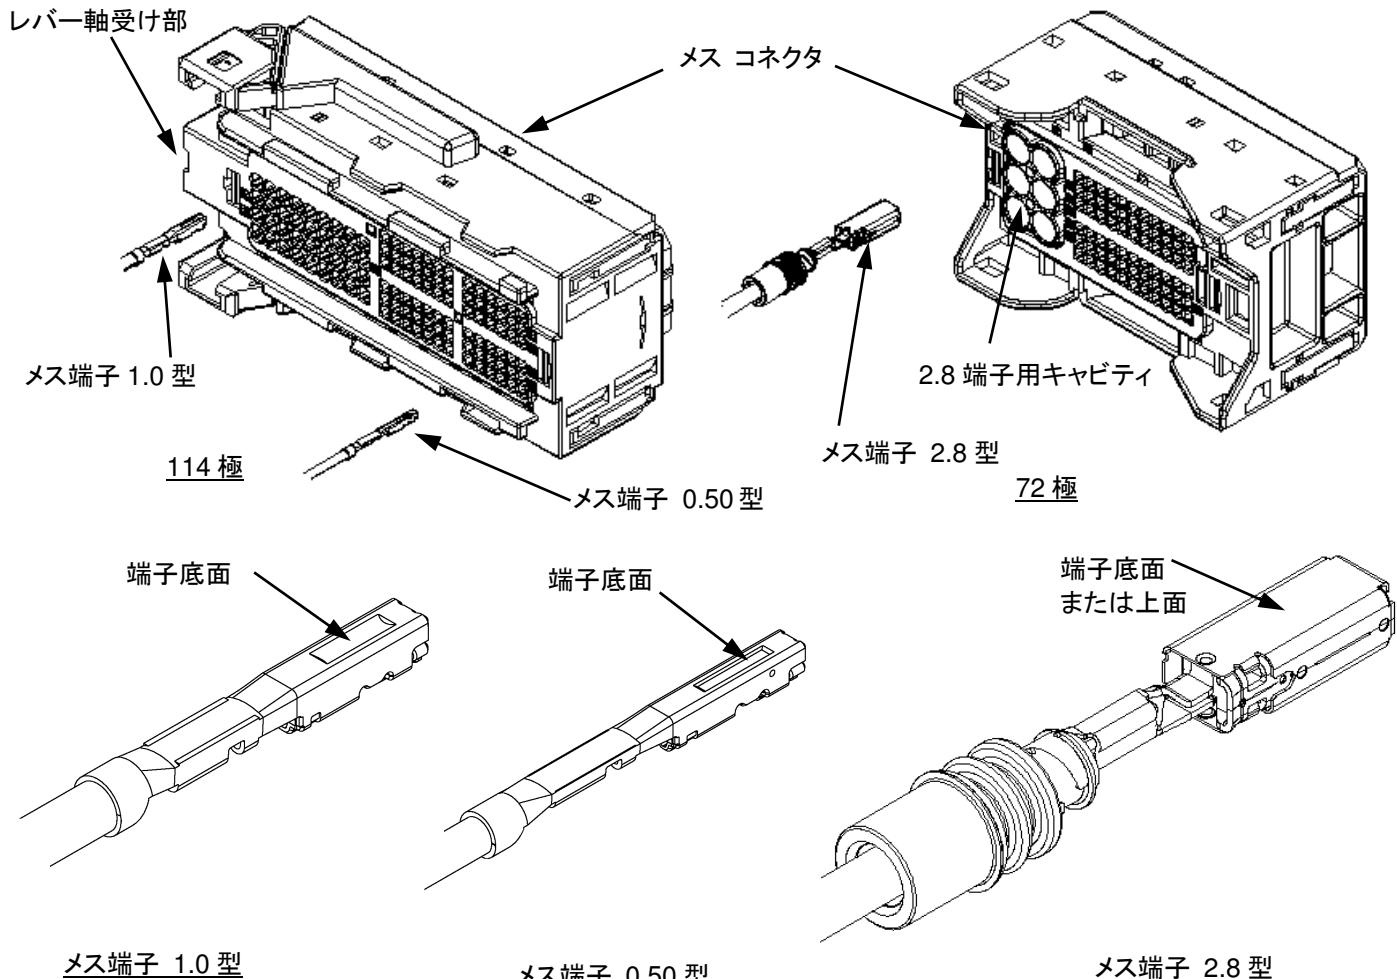

Fig.12
- (3) Fig.12 のように 114 極はレバー軸受けを『左』に、72 極は 2.8 型端子のキャビティを『左』に向けた状態で、0.5/1.0 メス端子の底面を『上』に向け、リセプタクル端子を可能な限り真っ直ぐキャビティ(穴)に挿入します。